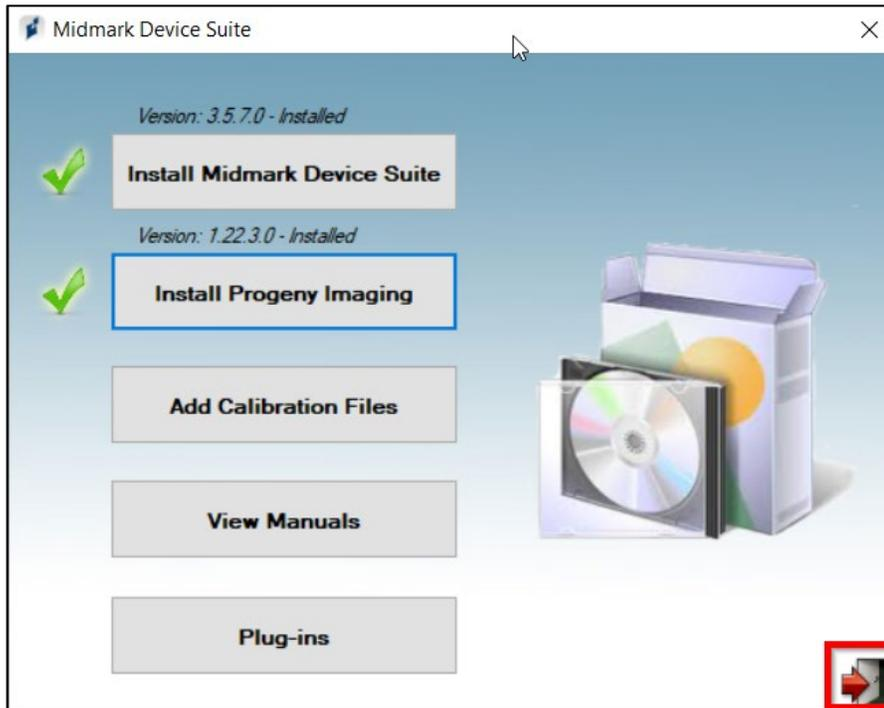

Figure 15. Midmark Device Suite et Progeny Imaging ont été installés avec succès.
- L'écran d'installation principal affiche une coche verte à côté de la mention « Installer Progeny Imaging » et de la mention « Installer Midmark Device Suite » pour indiquer que les deux sont maintenant installés. Cliquer sur l'icône de la porte dans le coin inférieur droit pour fermer la fenêtre. Voir la figure 15 ci-dessous.